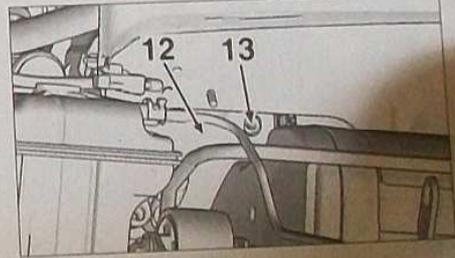

FIG. 6
- Déposer le clip de maintien (9) et dégager partiellement l'insonorisant de tablier (10).
- Déposer l'obturateur situé sur l'ajour (12) et la vis (13) (Fig.6)